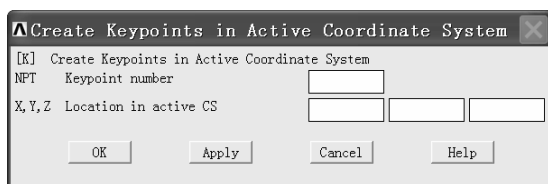
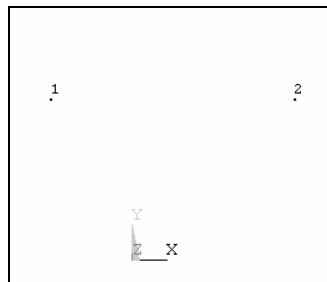

图 2-1 “Create Keypoints in Active Coordinate System”窗口
图 2-2 两个关键点
- (1) 打开 ANSYS LS-DYNA 操作界面；
- (2) 依次选择 Utility Menu>PlotCtrls>Style>Colors>Reverse Video，将背景变为白色；
- (3) 依次选择 Main Menu>Preprocessor>Modeling>Create>Keypoints>In Active Plane，弹出“Create Keypoints in Active Coordinate System”窗口（见图 2-1）；
- (4) 在“Create Keypoints in Active Coordinate System”窗口中的“X, Y, Z Location in active CS”后的三个方框中依次填入“-0.1”、“0.2”、“0”；
- (5) 单击“Create Keypoints in Active Coordinate System”窗口中的“Apply”按钮，再次弹出“Create Keypoints in Active Coordinate System”窗口；
- (6) 在“Create Keypoints in Active Coordinate System”窗口中的“X, Y, Z Location in active CS”后的三个方框中依次填入“0.2”、“0.2”、“0”，再单击“OK”按钮关闭该窗口；
- (7) 图形界面上显示两个关键点（见图 2-2）。